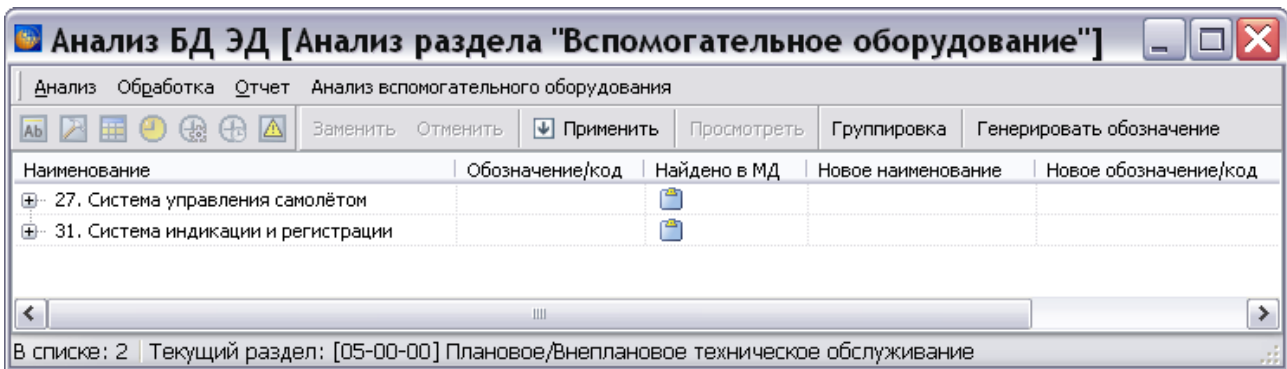
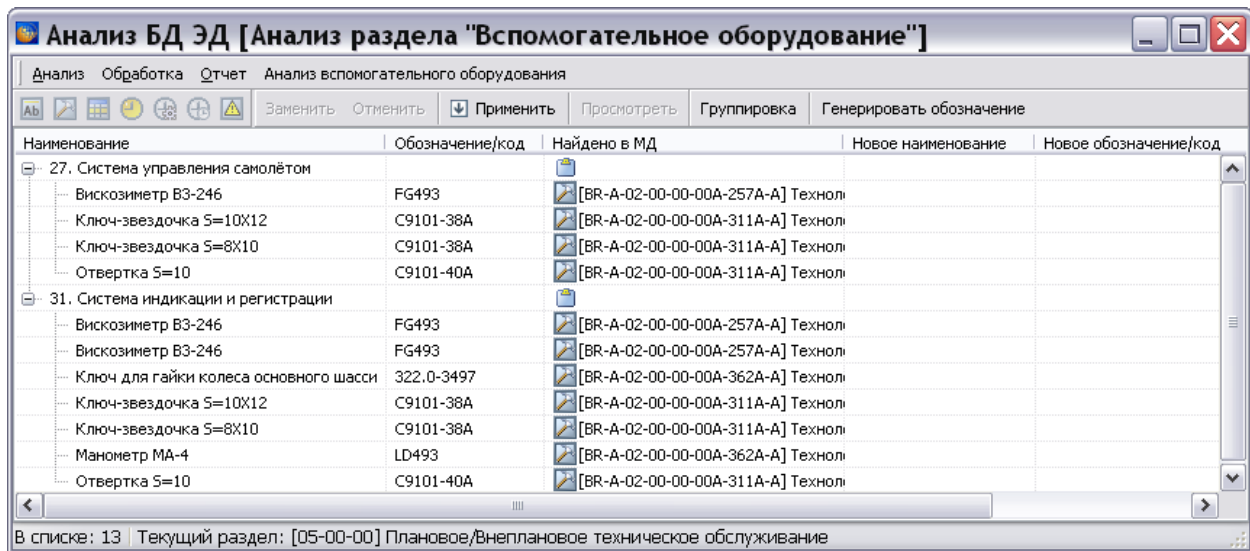
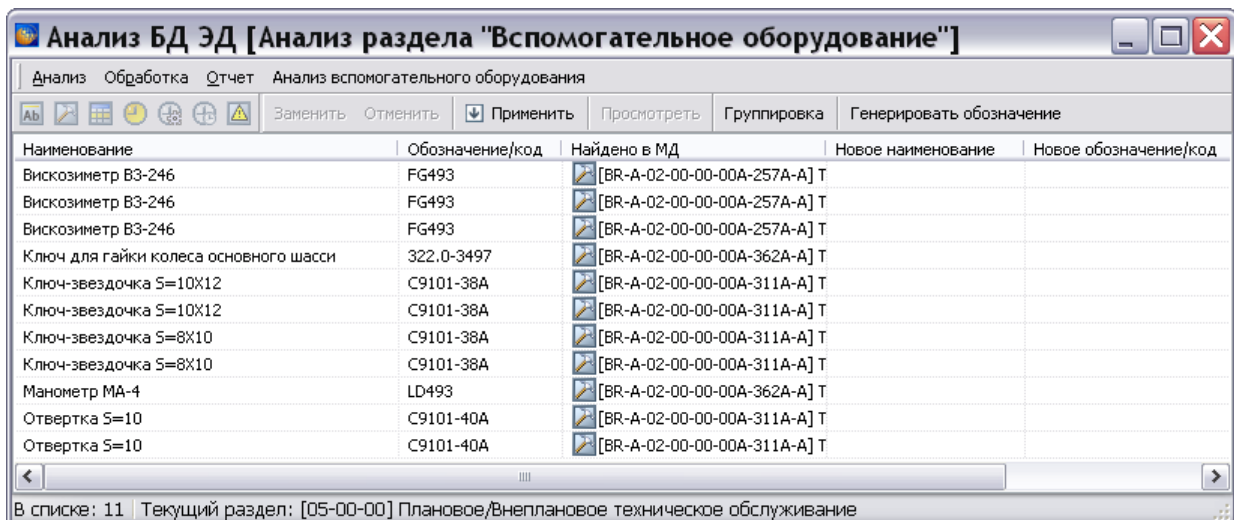

Рис. 21.120
Рис. 21.121
Рис. 21.122
Окно содержит флаг **Разбить результаты анализа по группам работ**. При установленном флаге вспомогательное оборудование, найденное в техкартах, будет сгруппировано по группам работ (Рис. 21.120, Рис. 21.121). При сброшенном флаге всё найденное вспомогательное оборудование будет показано одним списком (Рис. 21.122).
4. Установите или сбросьте флаг, согласно требованиям к представлению результатов анализа, и нажмите на кнопку **Применить**. При этом проводится обработка информации, и после ее окончания происходит возврат в окно **Анализ БД ЭД [Анализ раз дела «Вспомогательное оборудование»]**. На Рис. 21.120 показан результат анализа с разбивкой по группам работ.
Для просмотра данных о вспомогательном оборудовании, относящемся к соответствующей группе работ, нажмите на знак  слева от названия группы работ (Рис. 21.121).
На Рис. 21.122 показан результат анализа без разбивки по группам работ.